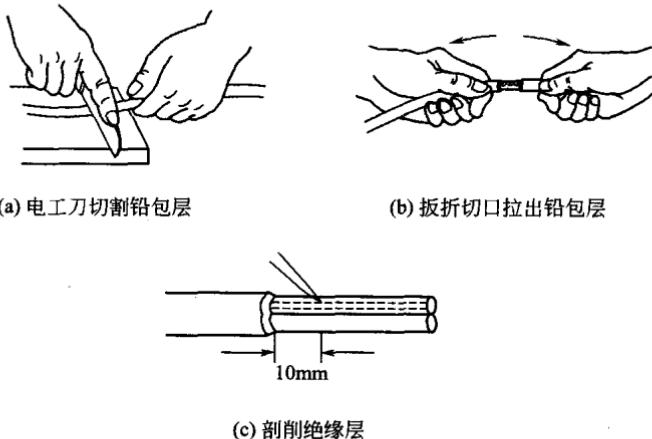

图 1-5 铅包线绝缘层的剖削
① 先用电工刀把铅包层切割一刀，如图 1-5(a) 所示。
② 然后用双手来回扳动铅包层的切口处，铅包层便沿切口折断，就可把铅包层套出去，如图 1-5(b) 所示。
③ 绝缘层的剖削，按塑料线绝缘层的剖削方法进行，如图 1-5(c) 所示。